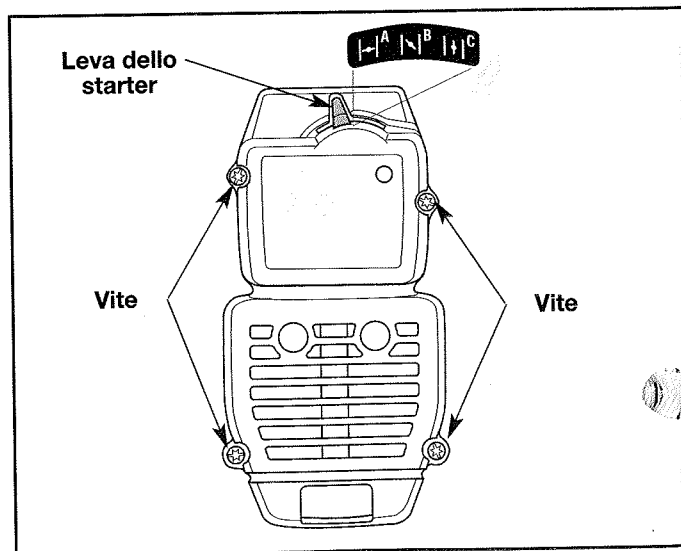

Fig. 23
1. Porre la leva dello starter in posizione intermedia (B).
**NOTA:** La leva dello starter deve essere in posizione intermedia (B) (Fig. 23) per consentire l'estrazione del carter del filtro dell'aria/tubo di scappamento.
2. Togliere le quattro (4) viti tenendo fermo il filtro dell'aria/tubo di scappamento (Fig. 23). Utilizzare un cacciavite a lama piatta o a punta Torx n°T20.
- NOTA:** La leva dello starter deve trovarsi in posizione intermedia (B) (Fig. 23) per consentire il riposizionamento del carter del filtro dell'aria/tubo di scappamento.
2. Inserire le quattro (4) viti nei fori del carter del filtro dell'aria/tubo di scappamento (Fig. 23) e chiuderle mediante un cacciavite a lama piatta o a punta Torx n°T20. Non serrare troppo o esercitare pressione.